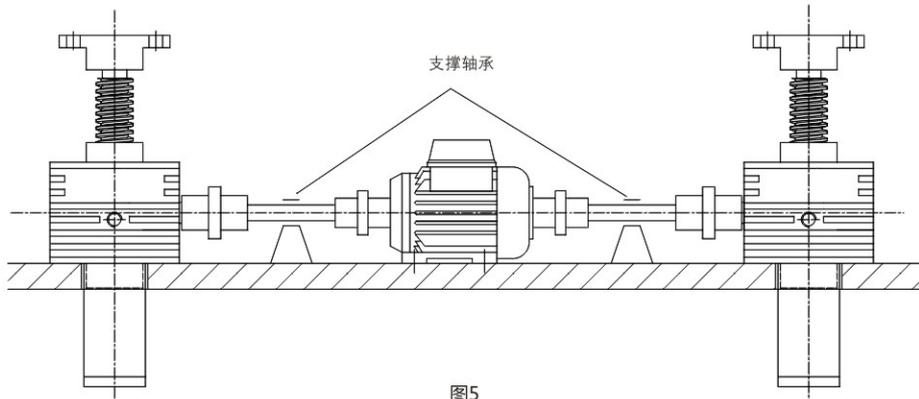

图5
1.3.2 若多个升降机串连成一个升降台时，传动轴应保证直线连接，从而避免传动时产生震动、或者弯曲（图5）。